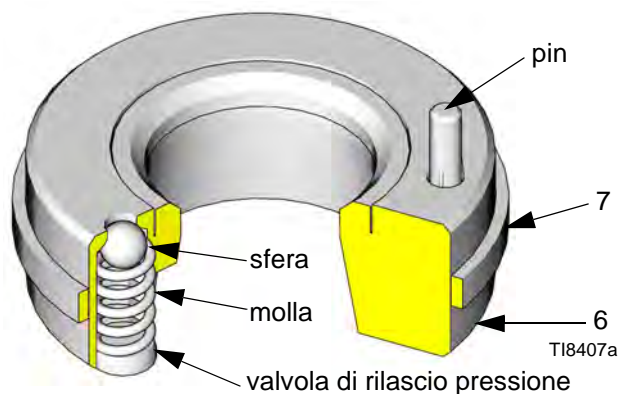

Fig. 7 Sede di ingresso con valvola di rilascio pressione
2. Fare riferimento al **testo inciso sul blocco di ingresso del fluido** (15) per installare la sede di ingresso della valvola di sicurezza (6★). Il perno (vedere FIG. 7) nella sede deve essere rivolto verso il blocco di ingresso del fluido (15). Questo perno limita il posizionamento della sede (6★), assicurando che il foro di sfogo non sia bloccato da una parte del corpo.